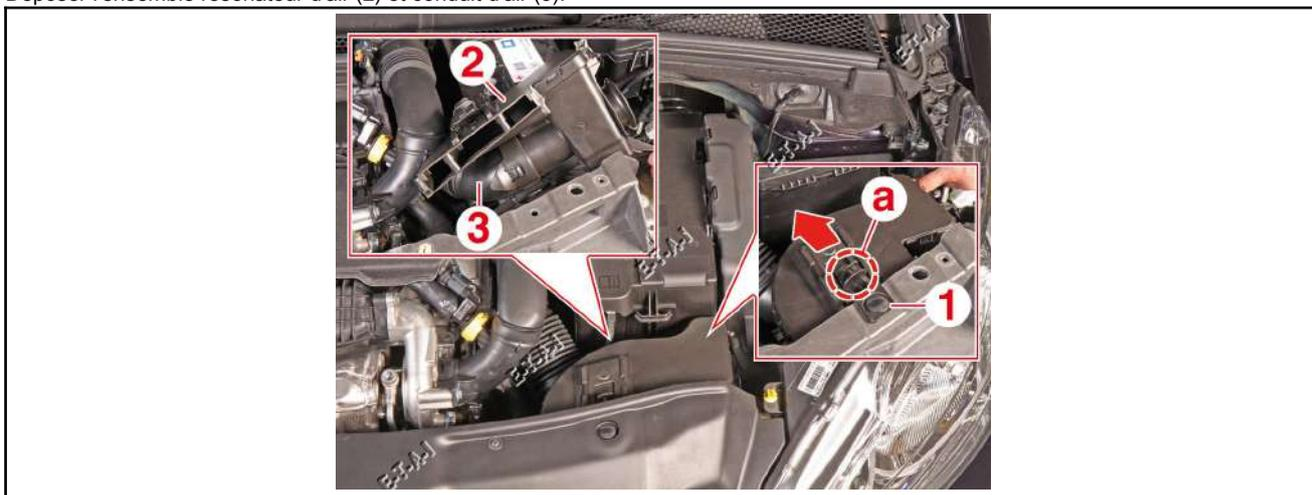

Fig.24
- Déposer l'agrafe (1)(Fig.24).
- Déposer l'ensemble résonateur d'air (2) et conduit d'air (3).